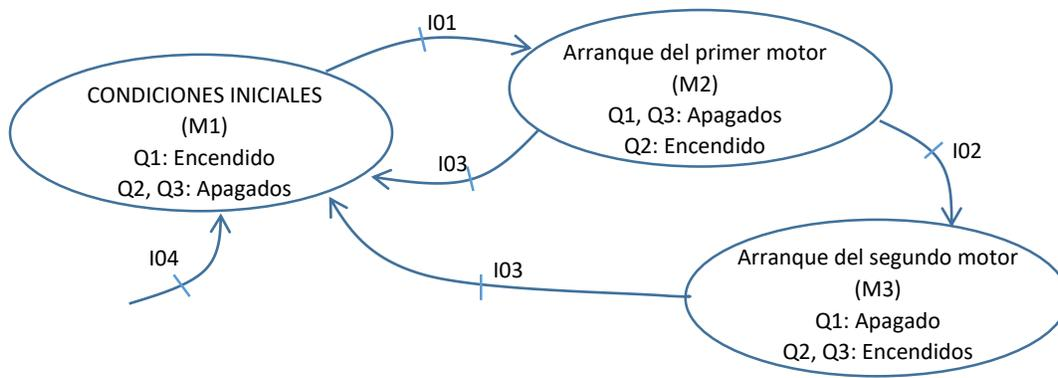
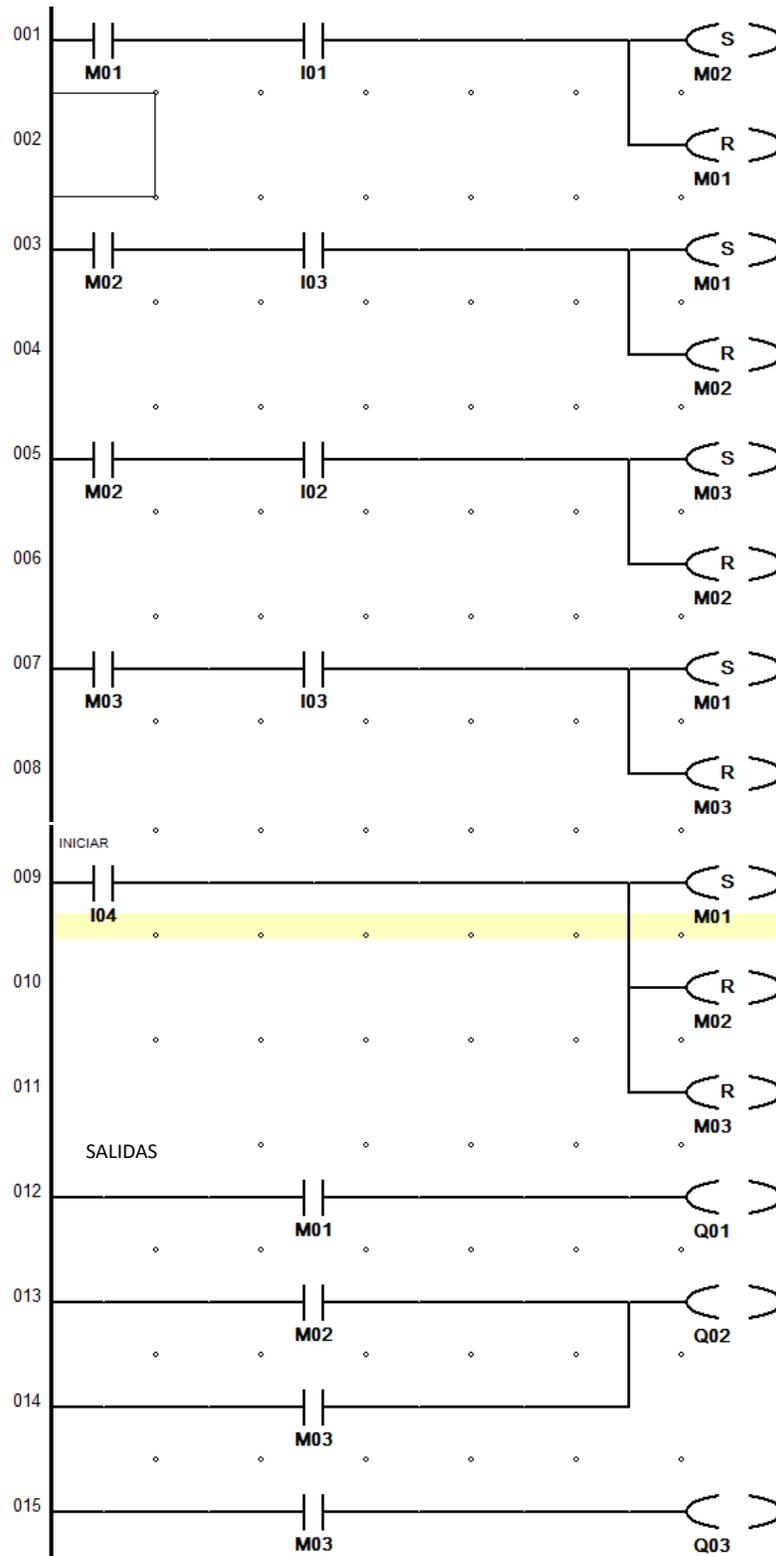
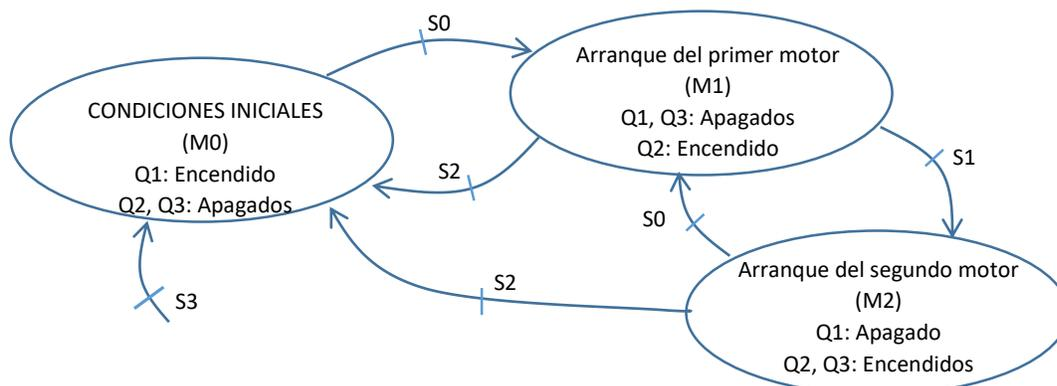

Figura 1: Parte secuencial del programa
Figura 2: Programa en diagrama de contactos (escalera, "ladder" o "KOP")
Figura 3: Grafo para representar en diagrama de contactos
Una vez editado el programa de la figura 2 en el autómata programable, simularlo para verificar si se cumplen todas las transiciones mostradas en la figura 1, comprobado el correcto funcionamiento, baje el programa al autómata y arme el circuito correspondiente, reemplazando Q1, Q2 y Q3 por lámparas o contactores; I1, I2, I3 e I4 con pulsadores e instale al autómata programable para comprobar funcionamiento.
2. Dibuje el diagrama GRAFCET correspondiente al grafo de la figura 1.
3. Indique las modificaciones que tendría que hacer en el programa para el grafo mostrado en la siguiente figura 3 con respecto al de la figura 1.